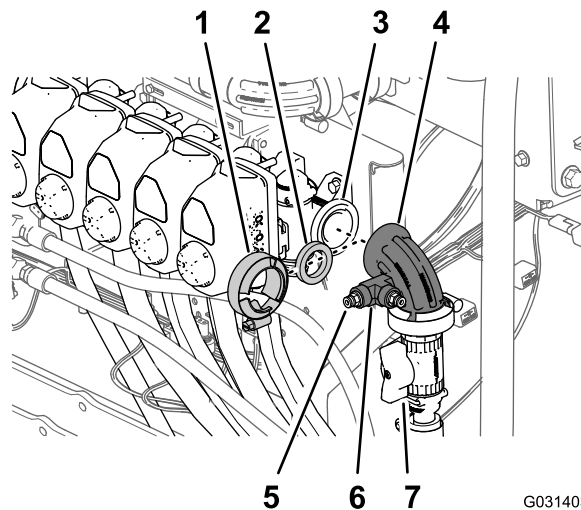

Рисунок 185
1. Установите прокладку и прямоугольное колено для шлангового барабана на фланец клапана сопла 10 (Рисунок 185).
2. Закрепите колено и прокладку на клапане при помощи фланцевого хомута и затяните хомут от руки (Рисунок 185).
3. Наложите слой тефлонового уплотнителя для резьбы на резьбовую поверхность соединительной муфты трубки и установите соединительную муфту на тройник, как показано на Рисунок 185.